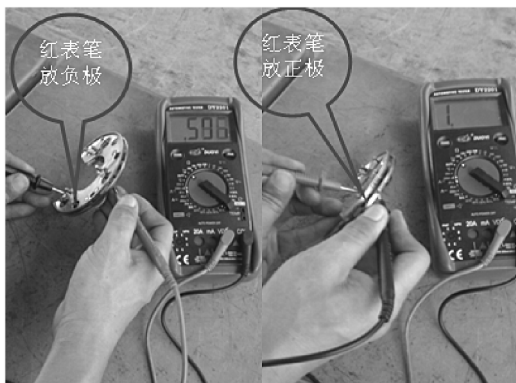

图 3-19 整流器的测试
(3) 整流器的检查 如图 3-19 所示, 将万用表两支表笔分别压在负二极管的极板和二极管接触端上, 然后更换表笔再测量。